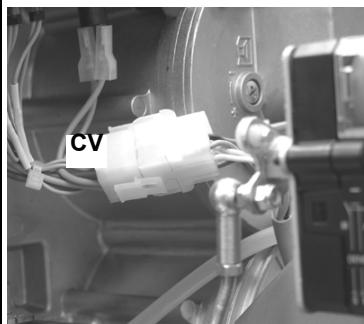

Fig. 32
- 4 Desconectar el conector CV, Fig. 32.